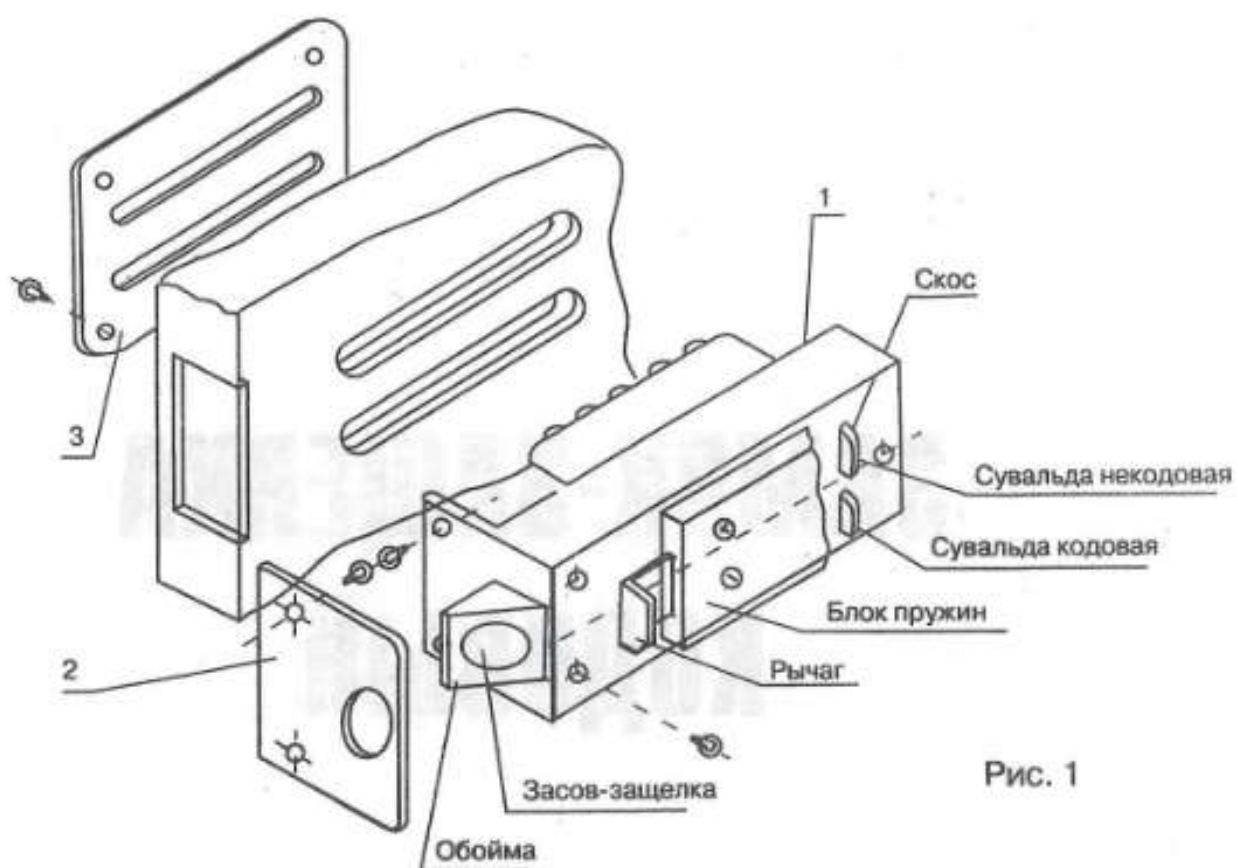

Рис. 1
5.1. Внешний вид и установочные размеры показаны на рис.1 и 2.
- 6.2. Для смены кода необходимо отвернуть 4 винта и снять блок пружин с рычагом (рис. 1).